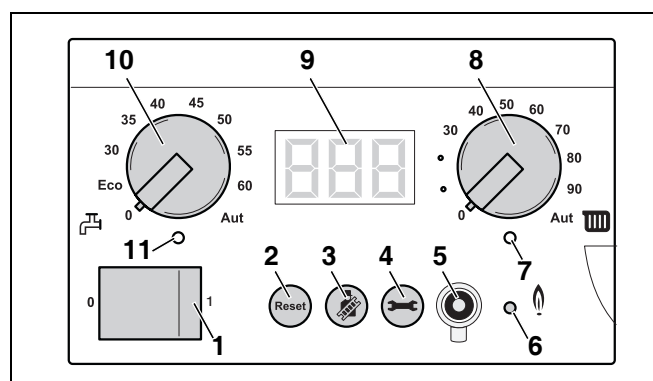

Fig. 53 BC10
- Druk de serviceknop (→ fig. 53, [4], pag. 51) eventueel een aantal keren in tot de drukweergave (bijv. "P□.□") wordt weergegeven.